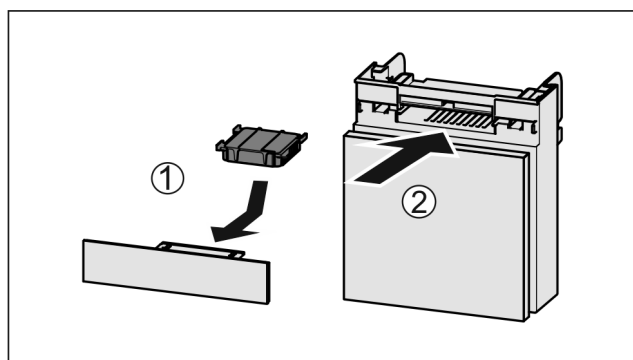

Fig. 49
- Vložte aktívny uhlíkový filter podľa obrázka Fig. 49 (1).
- Zasuňte zásuvku Fig. 49 (2).